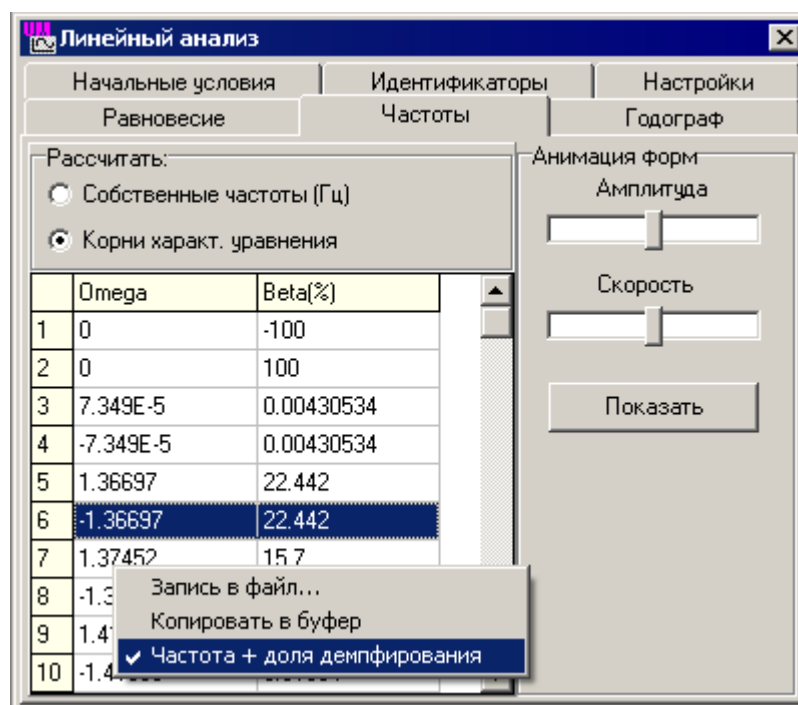

Рис. 1.11. Частота и доля демпфирования от критического
6. На списке частот вызовите контекстное меню, в котором выберите пункт **Частота+доля демпфирования**, см. рис. 1.11. После этого в списке рядом со значением частоты появится значение доли демпфирования от критического для данной частоты, см. рис. 1.11. Это позволяет отследить степень задемпфированности каждой формы колебаний.